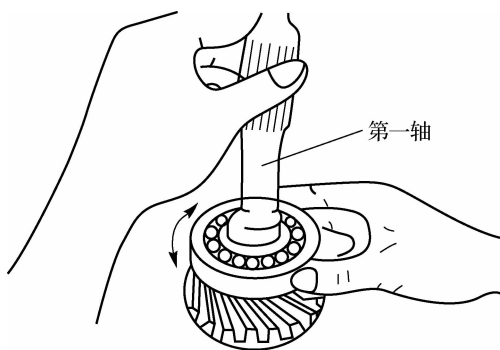

图 6-16 检查第一轴后轴承
(1) 若汽车以任何挡位、任何车速行驶, 变速器均有金属干摩擦声, 用手摸变速器外壳有烫手的感觉, 应检查油质和油量, 视情况添加或更换润滑油。
(2) 发动机怠速运转时, 若变速器空挡有异响, 而踩下离合器踏板后响声消失, 则应拆下变速器, 检查第一轴后轴承和常啮合齿轮, 如图 6-16 所示。对严重磨损或损坏的零部件, 应予以修理或更换。